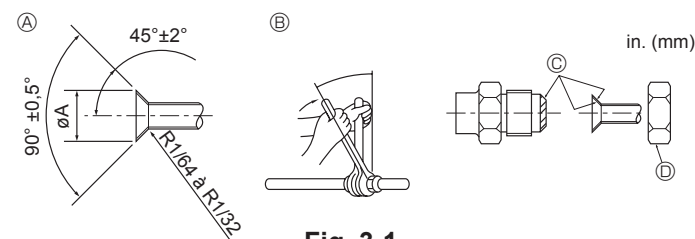

Fig. 3-1
3.2. Connexion des tuyaux (Fig. 3-1)